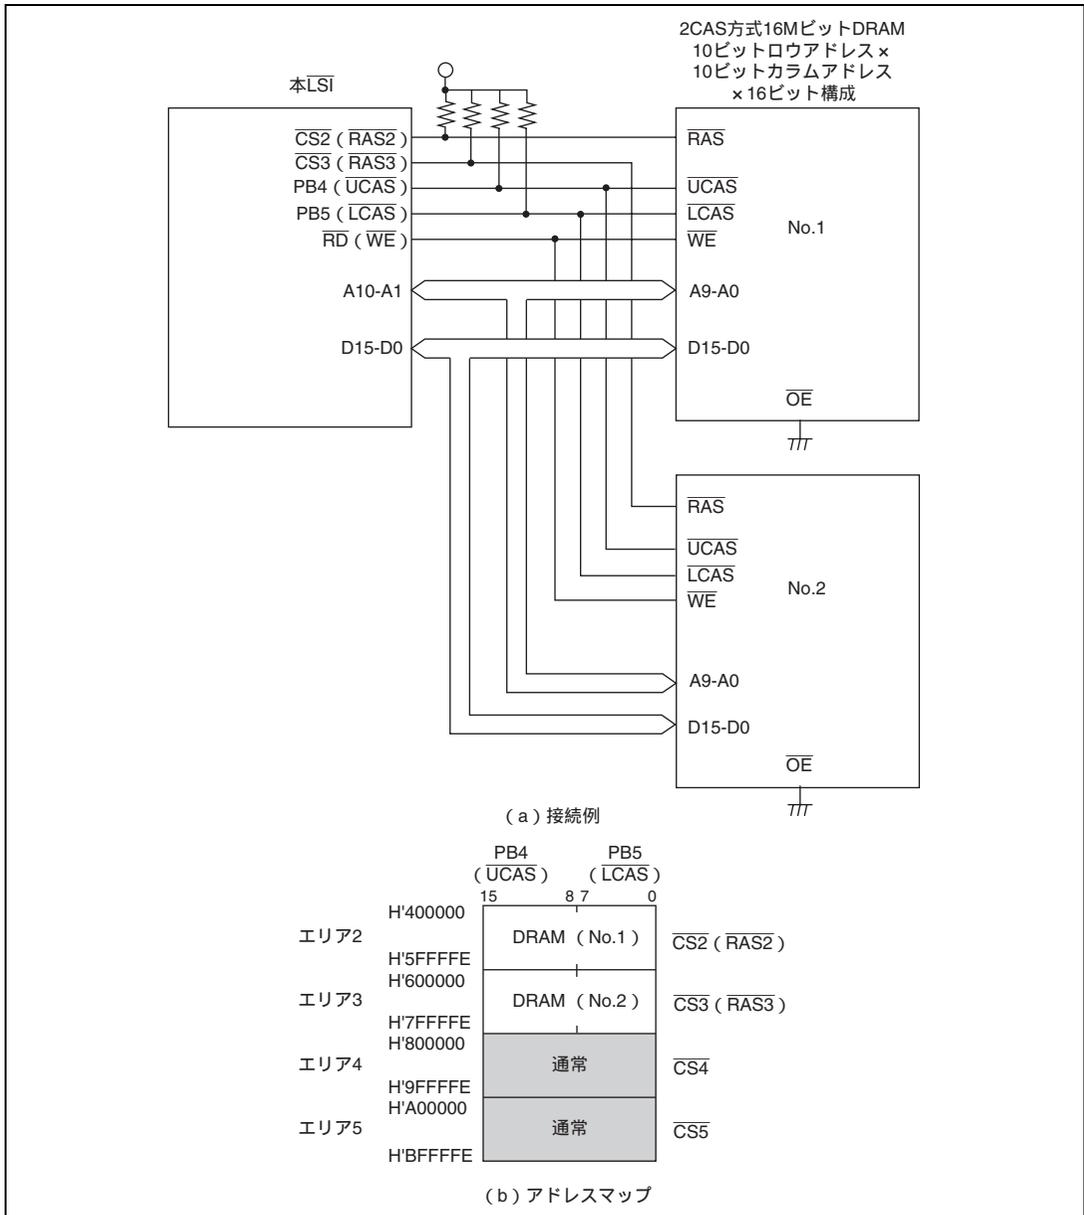

図 6.29 ×16ビット構成（2CAS方式）の16MビットDRAMの接続例とアドレスマップ
(1) 図6.29に×16ビット構成（2CAS方式）の16MビットDRAMを2個使用する場合の接続例とそのアドレスマップを示します。本例では10ビットロウアドレス×10ビットコラムアドレスのタイプのものを使用しています。エリア2～5をDRAM空間に設定することにより最大4個のDRAMを接続できます。